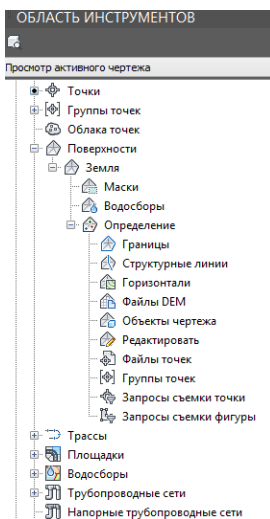

Рис. 14. Отображение созданной поверхности на вкладке «Навигатор» меню «Область инструментов»
4. Развернуть коллекцию «Поверхности» на вкладке «Навигатор» меню «Область инструментов», убедиться в том, что пустая поверхность появилась и в нее пока не включены никакие данные (рис. 14).